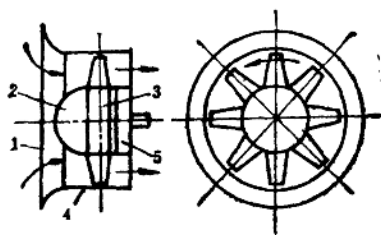

图 1-8 轴流式通风机示意图
2) 轴流式通风机: 气流沿轴向进入, 在叶轮中也沿轴向流动, 如图1-8所示。